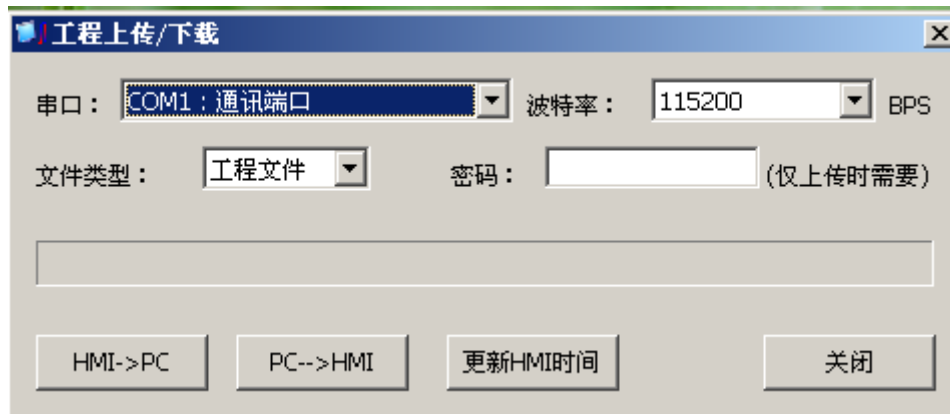

图 19-2 上传/下载界面
- 4、 也可以从 LEVI Studio 的安装目录进入下载界面，如图 19-2 所示